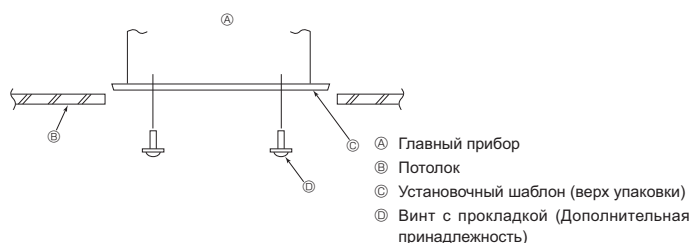

Fig. 2-7
2.6. Проверка расположения главного прибора и затягивание навесных болтов (Fig. 2-7)